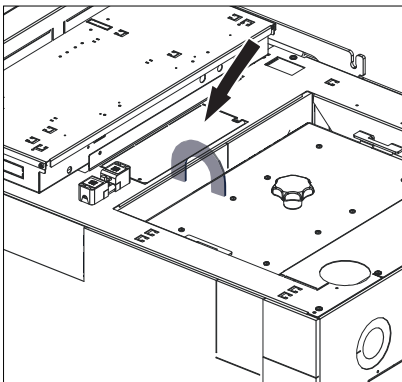

Fig. 10 Vorstanzung über Kranöse entfernen
- b) mit Kranöse durch Herunterheben – Fig. 10.
- Vorstanzung über Kranöse ausbrechen und entfernen – Fig. 10. Nach dem Abheben des Kessels von der Palette kann die Vorstanzung, um 180° verdreht, wieder mit 2 Blebschrauben montiert werden.